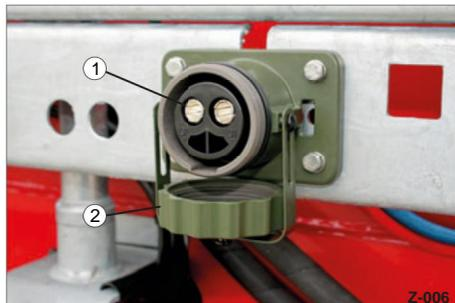

Fig. 10 Presa NATO
- ÿ Svitare il tappo (Fig. 10/2).